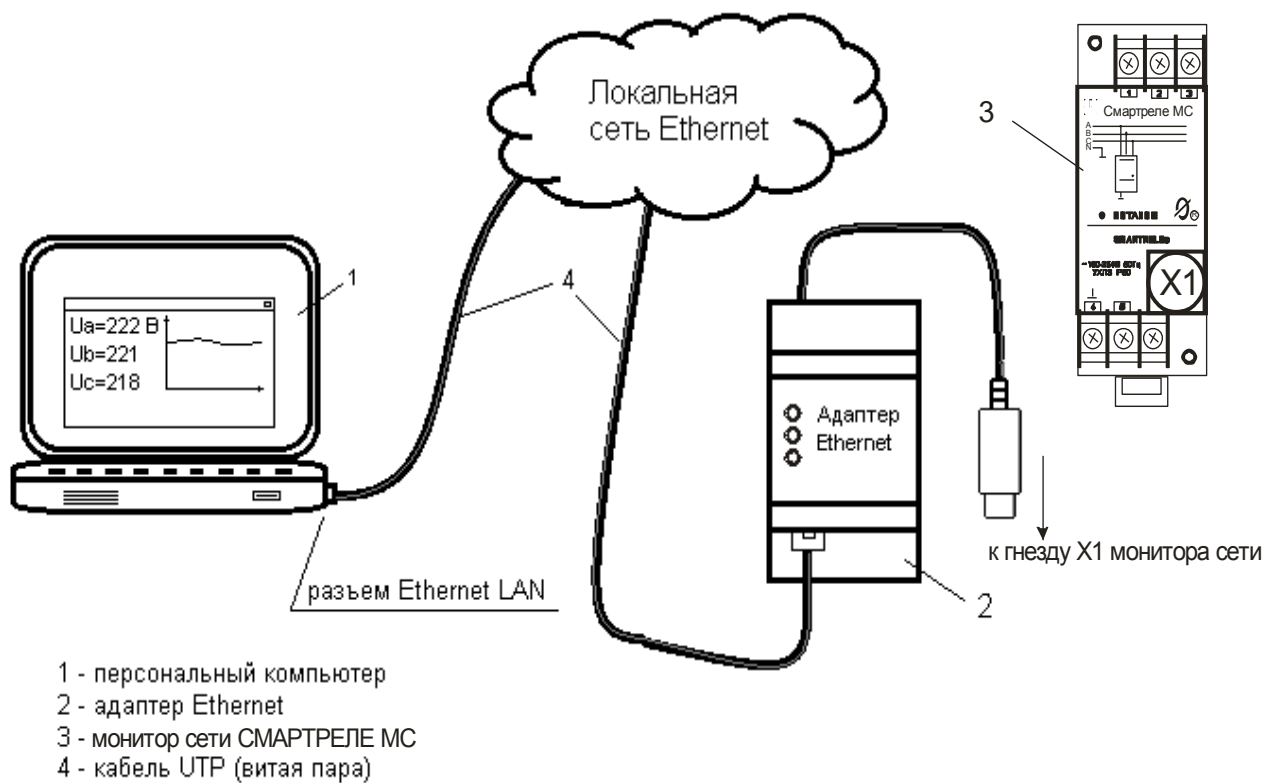
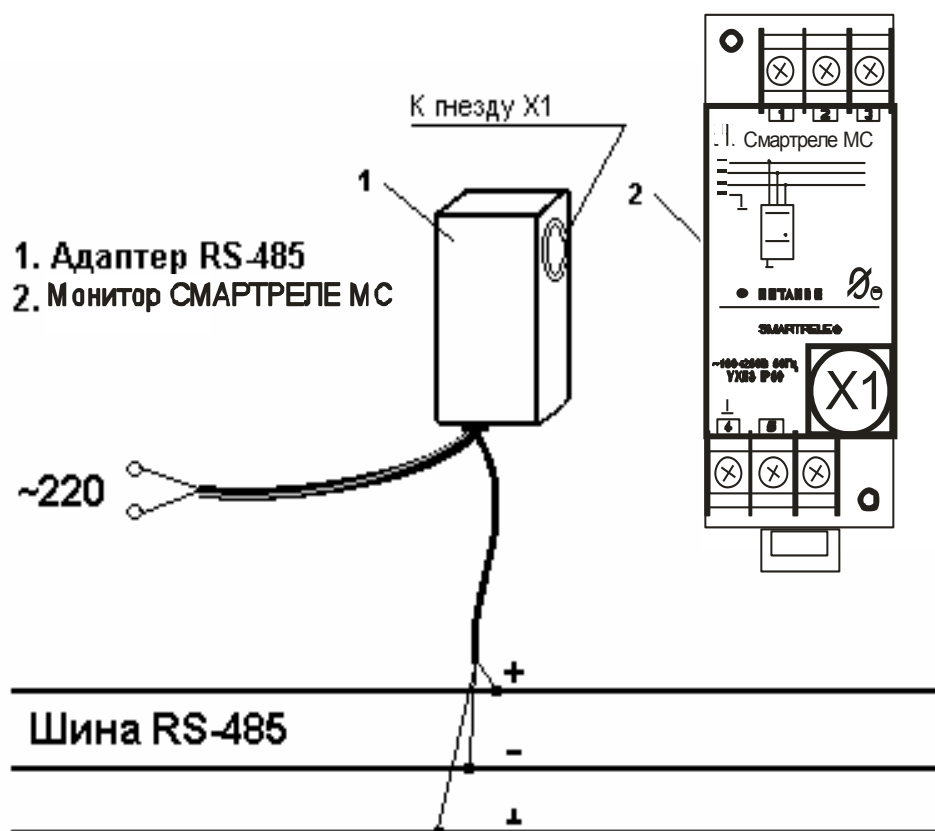

Рисунок 3 – подключение монитора СМАРТРЕЛЕ МС в локальную вычислительную сеть с помощью Адаптера Ethernet
Рисунок 4 – подключение монитора сети СМАРТРЕЛЕ МС к шине RS-485 с помощью Адаптера RS-485
4.3 Считывание информации от монитора и передача ее на компьютер осуществляется с помощью Адаптера Ethernet (рис.3) или Адаптера RS-485 (рис.4).
7.1 При использовании Адаптера Ethernet, соедините зонд бесконтактного интерфейса Адаптера Ethernet с разъемом X1 монитора (рис. 3). Подключите Адаптер Ethernet к локальной вычислительной сети и настройте согласно паспорта (ЮИПН 203127.002 ПС).
7.2 При использовании Адаптера RS-485, соедините Адаптер RS-485 с разъемом X1 монитора (рис. 4). Подключите Адаптер RS-485 к шине RS-485 и настройте согласно паспорта (ЮИПН 203127.004 ПС).